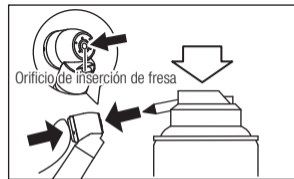

Fig. 13
- 2) Lubrique el dispositivo de sujeción de 1 a 2 segundos directamente a través del orificio de inserción de la fresa. (Fig. 13)